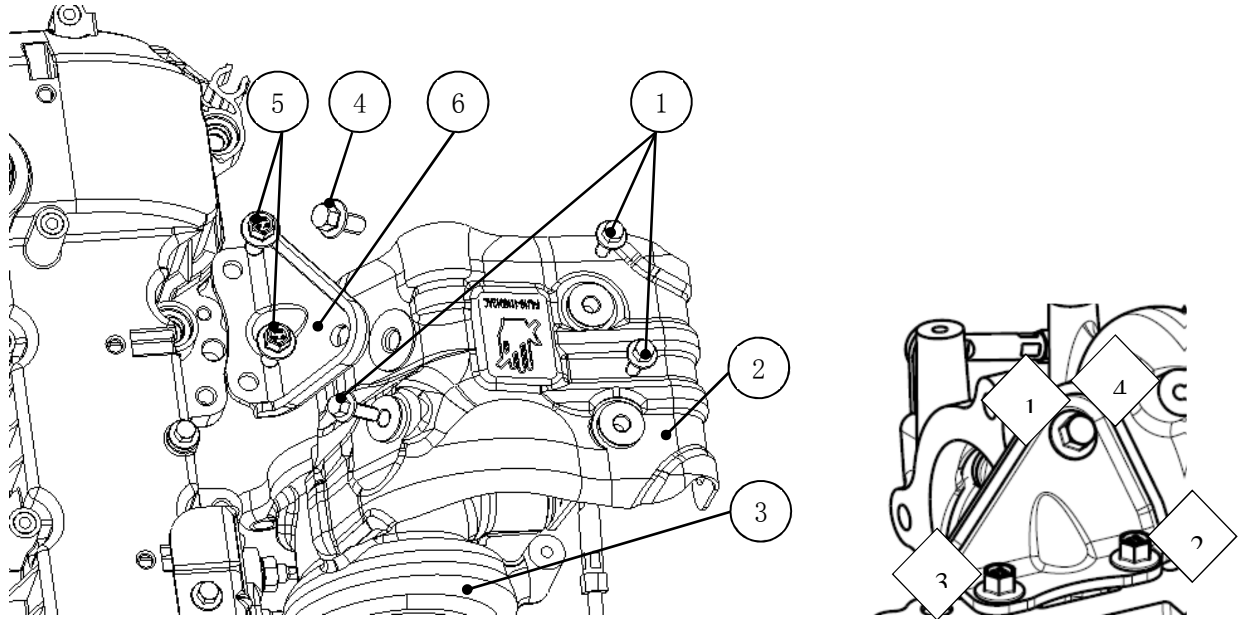

图 F-14 隔热罩-增压器与支架-增压器安装
- 取一个隔热罩-增压器②，放在涡轮增压器③上，隔热罩-增压器②螺栓孔对齐增压器相应的螺纹孔；
- 取三颗六角法兰面螺栓 M6①，分别拧入涡轮增压器③对应的螺纹孔内，至少拧入 3 个牙，不拧紧。
- 取一个支架-增压器⑥，放在涡轮增压器③上，支架螺栓孔分别对齐缸盖和隔热罩相应的螺纹孔
- 用高温螺栓④拧入支架-增压器⑥与涡轮增压器③连接的螺纹孔内，至少拧入 3 个牙，不拧紧；
- 用两颗六角法兰面螺栓 M8⑤拧入支架-增压器与缸盖连接的螺纹孔内，至少拧入 3 个牙，不拧紧；
- 如图 F-14，按技术参数表要求依次◇◇◇预拧后，再一次按照◇◇◇◇顺序紧固步骤 d 拧入的 1 颗高温螺栓④和步骤 e 拧入的 2 颗六角法兰面螺栓 M8⑤。注：必须先紧固◇位置高温螺栓④后紧固◇◇两颗六角法兰面螺栓 M8⑤，其中序号◇是对位置◇复紧一次；
- 按技术参数表依次紧固并校紧步骤 b 拧入的 3 颗六角法兰面螺栓 M6①。